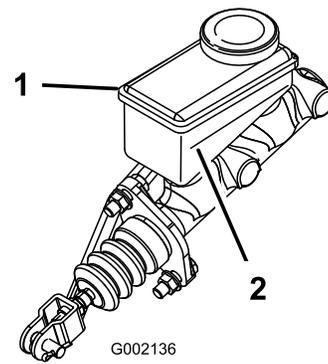

Figura 43
3. Guardate il fianco del serbatoio. L'olio deve superare la linea del minimo (Figura 43). Se il livello è basso, pulite attorno al tappo, rimuovete il tappo e rabboccate fino a superare la linea del minimo. Non riempite troppo.